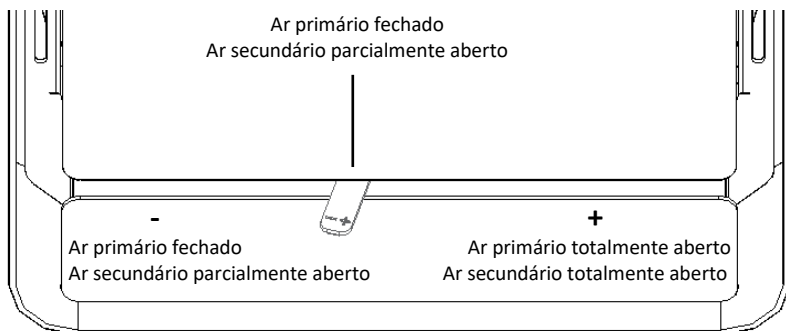

Figura 32 - Regulador de ar na posição de ponto ótimo de queima
5. O período de acendimento termina quando a estrutura do equipamento tiver atingido uma temperatura estacionária. Deve então fechar a porta e regular a entrada do ar de combustão para uma queima lenta (sem ar primário), tal como demonstra a Figura 32;